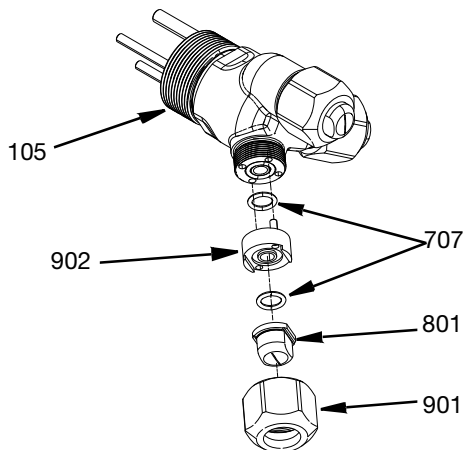

ABB. 5
1. Setzen Sie die O-Ringe (707) in die 3-Kopf-Adapterbaugruppe (105) ein.
2. Setzen Sie einen O-Ring in jeden der Spritzdüsen-Dichtungsadapter (902) ein. Die Düsen (801) werden dann in den Adapter (902) für die Spritzdüsendichtung eingesetzt, wobei darauf zu achten ist, dass die Düse im Adapter für die Spritzdüsendichtung verkeilt ist.
3. Richten Sie die Passstifte des Spritzdüsendichtungsadapters (902) mit der 3-Kopf-Adapterbaugruppe (105) aus und befestigen Sie sie zusammen mit der Haltermutter (901) mit einem Anzugsmoment von 20,34 N•m (15 ft-lb). Siehe ABB. 5.